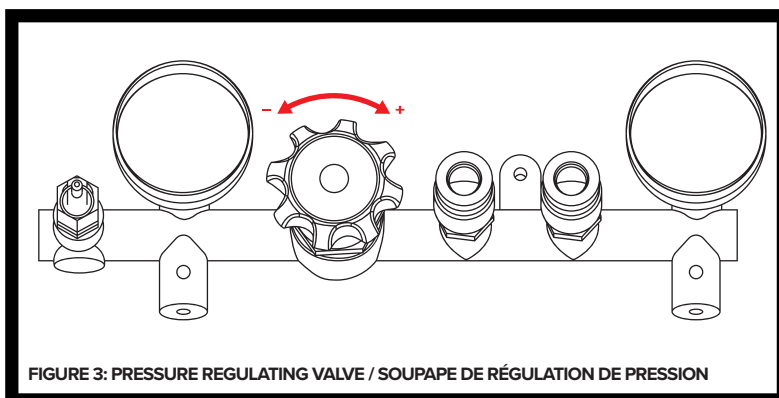

FIGURE 3: PRESSURE REGULATING VALVE / SOUPAPE DE RÉGULATION DE PRESSION
AVIS ! Ne pas faire fonctionner le compresseur avant d'avoir lu les instructions ou des dommages peuvent en résulter. (Reportez-vous aux **Fig.2** et **Fig.3**)
1. Tournez le régulateur (**Fig.3**) à fond dans le sens des aiguilles d'une montre pour ouvrir le flux d'air.
4. Tournez le bouton du régulateur (**Fig.3**) au maximum dans le sens inverse des aiguilles d'une montre. Le compresseur construira la pression maximale pré réglée et éteindra.
5. Tourner le bouton du régulateur (**Fig.3**) dans le sens des aiguilles d'une montre pour faire sortir l'air. Compresseur redémarrera à une pression prédéfinie.
6. Tourner le bouton du régulateur (**Fig.3**) dans le sens inverse des aiguilles d'une montre pour couper l'air et faire passer l'interrupteur en position arrêt.
7. Fixez l'accessoire ou un autre outil au bout de tuyau. Ouvrir le régulateur (**Fig.3**). Avec l'interrupteur (**Fig.2**) en position ON, le compresseur pompe de l'air dans le réservoir. Il s'éteint automatiquement lorsque l'appareil atteint sa pression maximale pré réglée. En position OFF, le pressostat ne peut pas fonctionner et le compresseur ne fonctionnera pas. Assurez-vous que l'interrupteur (**Fig.2**) est en position OFF lorsque brancher ou débrancher le cordon d'alimentation de la prise électrique.
(Voir Fig.3)